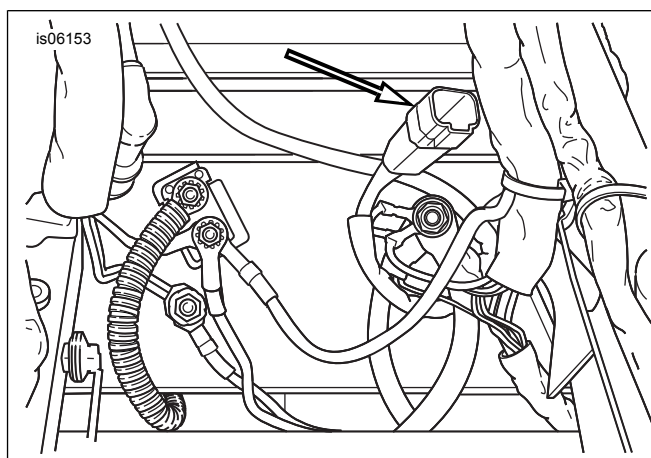

Figura 4. Posizione del connettore degli accessori [4] sotto la sella – Touring
- e. Vedere Figura 4. Individuare il connettore per accessori a quattro vie [4] nella zona sotto la sella. Rimuovere la spina dal connettore [4]. **NOTA:** Se il connettore degli accessori è già in uso, presso il concessionario Harley-Davidson è disponibile un cablaggio adattatore per circuiti commutati (No codice 70264-94A) per fornire un ulteriore punto di collegamento.